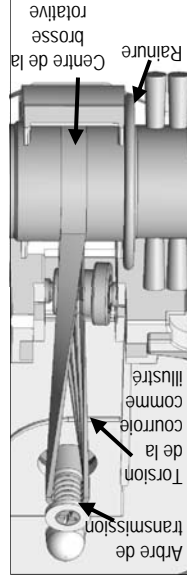

Figure 4
2. Glisser la courroie dans l'arbre de transmission en la tordant (Figure 4). Veiller à tordre la courroie comme illustré. Faire glisser les supports métalliques de l'arbre de chaque côté de la brosse rotative dans leurs logements.